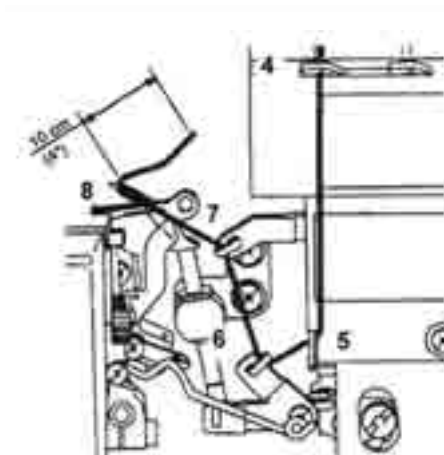

Fig. 18
5. Træd nålen med tråden i griberrummet efter de røde markeringer (5 - 7) (fig. 18).
6. Træk tråden forfra og bagud gennem overgriberen 19 (8).